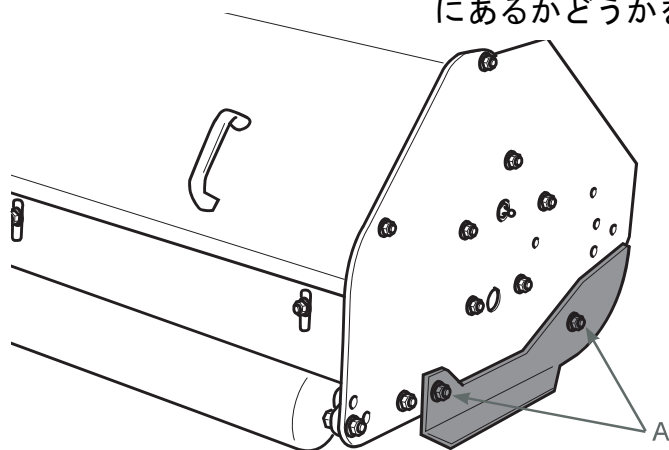

Fig. 27
1. スキッドの固定ネジ “A” を取り外します（図27）。